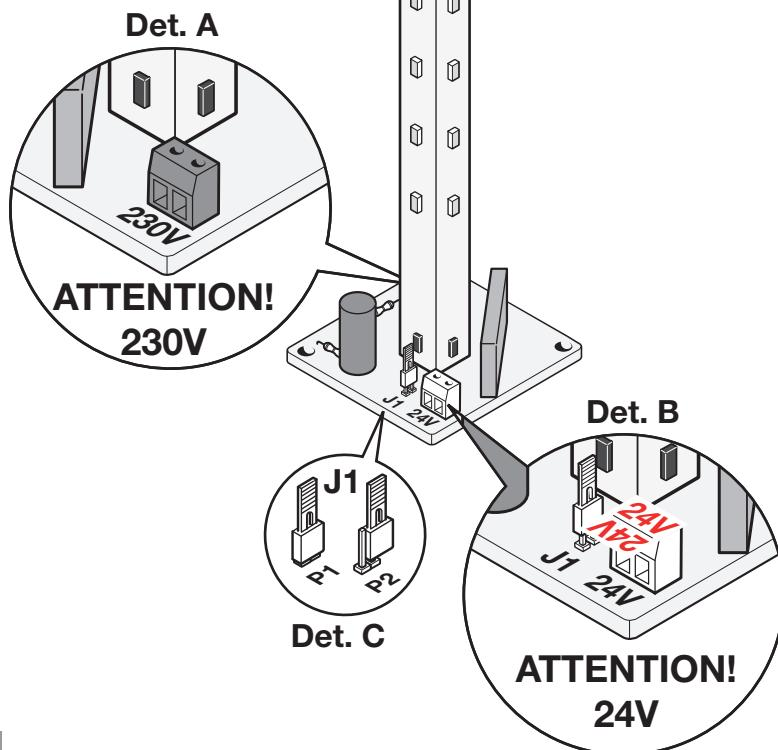

Fig. 4
- For a **230V** connection only use the **black** coloured terminal block as indicated in fig. 4 - (Det. A)
- For a **24V** connection only use the **green** coloured terminal block as indicated in fig. 4 - (Det. B), after having removed the **24V** warning label
- Choose the lighting system, flashing/continuously lit using jumper **J1**, fig. 4 - (Det. C):
- Pour le branchement **230V**, utiliser exclusivement le bornier noir, illustré sur la fig. 4 - (Dét. A)
- Pour le branchement **24V**, utiliser exclusivement le bornier vert, illustré sur la fig. 4 - (Dét. B), sur lequel il faudra enlever préalablement l'étiquette de signalisation **24V**.
- Choisir le mode de fonctionnement, feu fixe/clignotant, au moyen du cavalier **J1**, fig. 4 - (Dét. C):
- Para la conexión a **230V** usa exclusivamente la placa de bornes negra indicada en la fig. 4 - (Dét. A)
- Para la conexión a **24V** usa exclusivamente la placa de bornes verde indicada en la fig. 4 - (Dét. B), previa remoción de la etiqueta de aviso 24 V.
- Seleccionar el tipo de luz relampagueante, luz fija/relamp. usando el puente **J1**, fig. 4 - (Dét. C):
- Für den 230V-Anschluss verwendet es ausschließlich die in Abb. 4-(Det. A) gezeigte schwarze Klemmenleiste.
- Für den 24V-Anschluss verwendet es ausschließlich die in Abb. 4 – (Det. B) gezeigte grüne Klemmenleiste nach Entfernung des 24V-Hinweisschildes.
- Die Art des Blinkens – dauerleuchtend/blinkend – über die Benutzung von Jumper J1, Abb. 4 - (Det. C) auswählen: